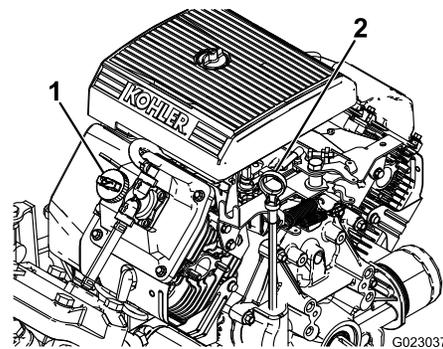

Figura 40
2. Retire a vareta e limpe-a com um pano limpo (Figura 40). Volte a colocar a vareta no tubo e verifique se está completamente introduzida. Retire a vareta e verifique o nível de óleo.
3. Se o nível de óleo estiver baixo, retire a tampa de enchimento da cobertura das válvulas (Figura 40) e adicione lentamente óleo suficiente na abertura até que o nível suba até à marca CHEIO da vareta. Adicione o óleo lentamente e verifique o nível com alguma frequência durante o procedimento. Não encha demasiado.
8. Coloque lentamente cerca de 80% da quantidade de óleo especificada no bocal de enchimento do óleo (Figura 40).